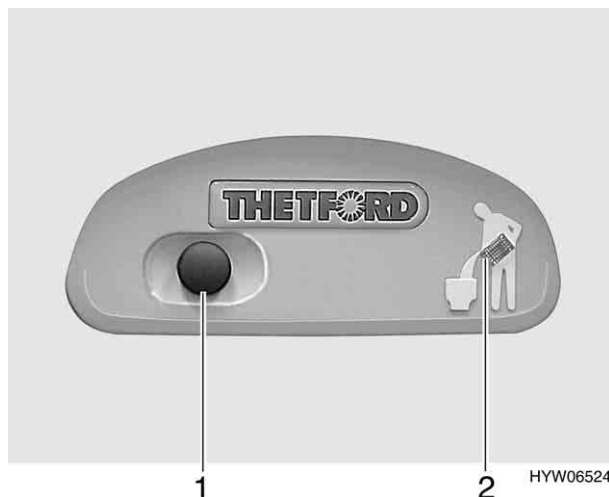

Fig. 109 Pulsante acqua di scarico/Luce spia cassetta Thetford
- Per sciacquare premere il pulsante blu (Fig. 109,1).
Quando la cassetta Thetford è piena e deve venire svuotata, la luce spia (Fig. 109,2) si accende.